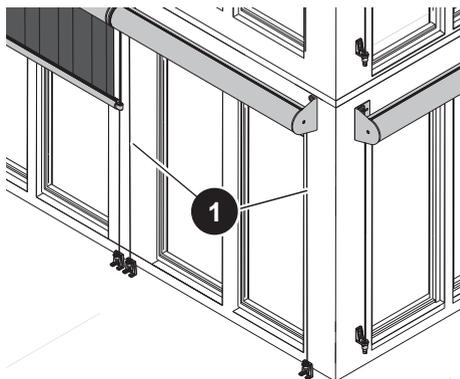

Fig. 18: Nettoyer les guide-câbles
4. Brosser les guide-câbles (Fig. 18/1).